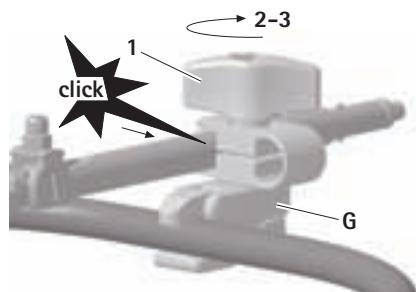

Fig. 7
- ▶ Agganciare l'asta di accoppiamento **B** o il raccordo con attacco rapido **A** nel morso del morsetto di fissaggio **G** e portarli nella posizione desiderata, vedere Fig. 7.